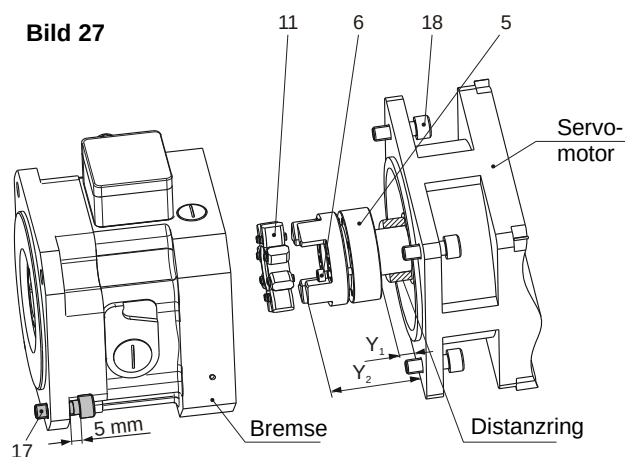

Bild 28
3. Zylinderschrauben (17) für Bremse/Maschine eindrehen (ca. 5 mm Hub lassen, Bild 28).
4. Spannringnabe abtriebsseitig (1) durch axiales Verschieben auf das Montagemaß "W" nach Tabelle in Kapitel **4.5** einstellen. Als fixer Anschlag wird ein abgestimmter Distanzring empfohlen.
5. Zylinderschrauben (2) in Stufen (in 3 bis max. 6 Anzugsumläufen) und über Kreuz auf Anzugsmoment nach Tabelle in Kapitel **4.5** anziehen.
6. Bremse bis Anlage an den Schraubenköpfen (17) (Befestigungsschrauben für Bremse/Maschine) zurückziehen und dann wieder an die Maschine schieben (Grund: Freistellung des Rotors (22)).
7. Zylinderschrauben (17) für Bremse/Maschine anziehen.